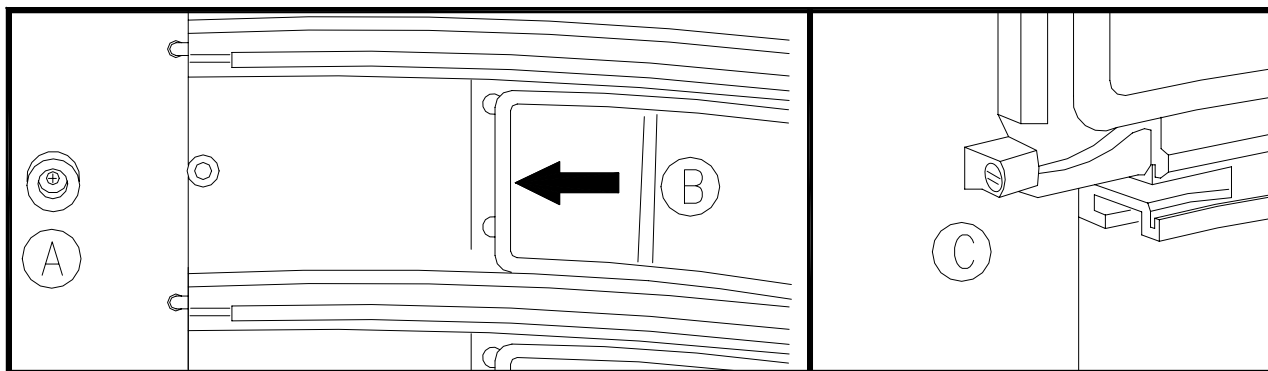

FIG. 19
4. Sacar el eventual bloque del microinterruptor de tope pos. A FIG. 19;